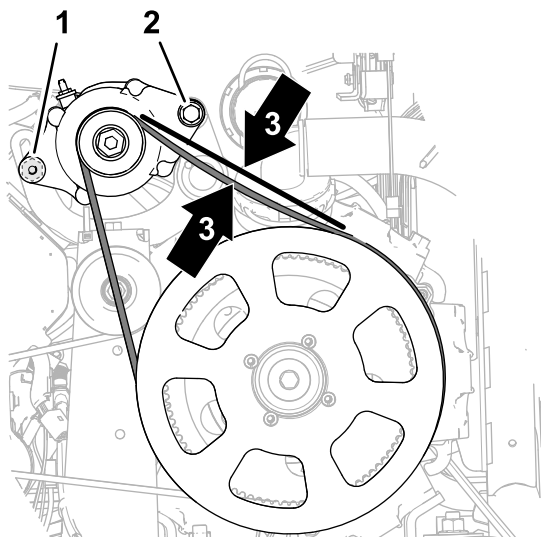

Figura 183
4. Ruotate l'alternatore (Figura 183) verso l'alto per aumentare la tensione sulla cinghia fino a misurare 9,5 mm di flessione della cinghia quando applicate 4,5 kg a metà tra la puleggia dell'alternatore e la puleggia motrice di 279 mm.